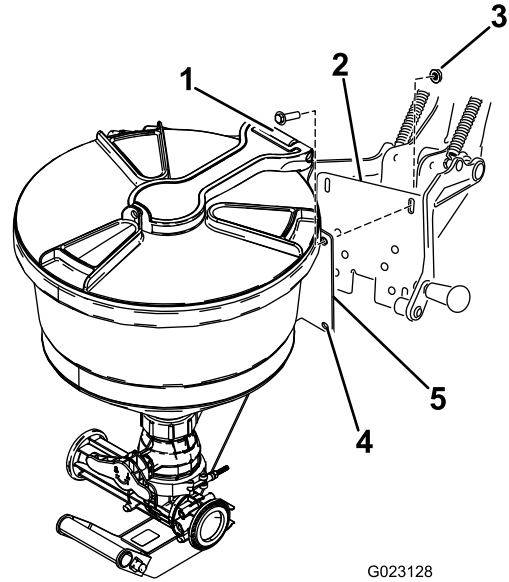

図 23
1. エダクタ取り付けプレートの穴を、クレードルサポートフレームのスロットに合わせる 図 23。